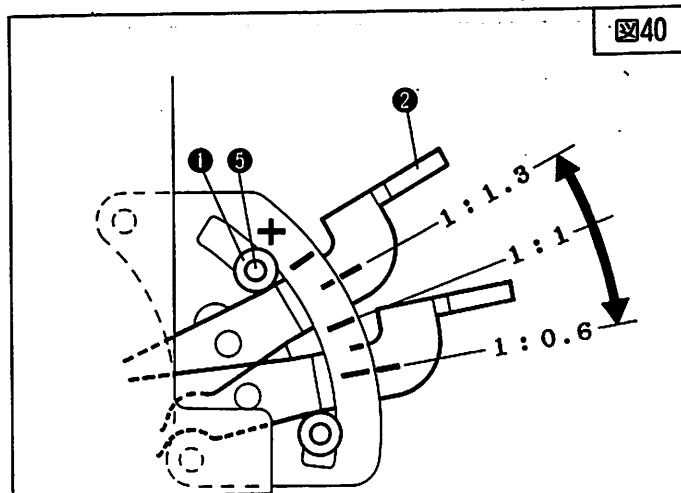

図40
[1] 標準仕様のミシンの差動比 (図40)
ストッパー①の止めネジ⑤を図40の位置 (調節レバー②が図示 1 : 1.3 より上に上がらないように出荷時に調整) から動かさないで下さい。